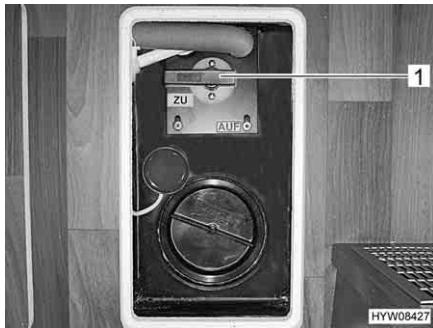

Fig. 105 Leva di comando (serbatoio delle acque grigie)
A seconda del modello, l'ubicazione della leva di comando (Fig. 105,1) per lo scarico per le acque grigie può variare.
- Aprire il rubinetto di scarico. A questo scopo ruotare la leva di comando (Fig. 105,1) del rubinetto di scarico di un quarto di giro. La leva di comando è posizionata verticalmente oppure nel senso della lunghezza rispetto al tubo di scarico. Le acque grigie fuoriescono.
- Dopo il deflusso completo delle acque grigie, richiudere il rubinetto di scarico. A questo scopo ruotare la leva di comando (Fig. 105,1) del rubinetto di scarico di un quarto di giro. La leva di comando è posizionata orizzontalmente oppure trasversalmente rispetto al tubo di scarico.